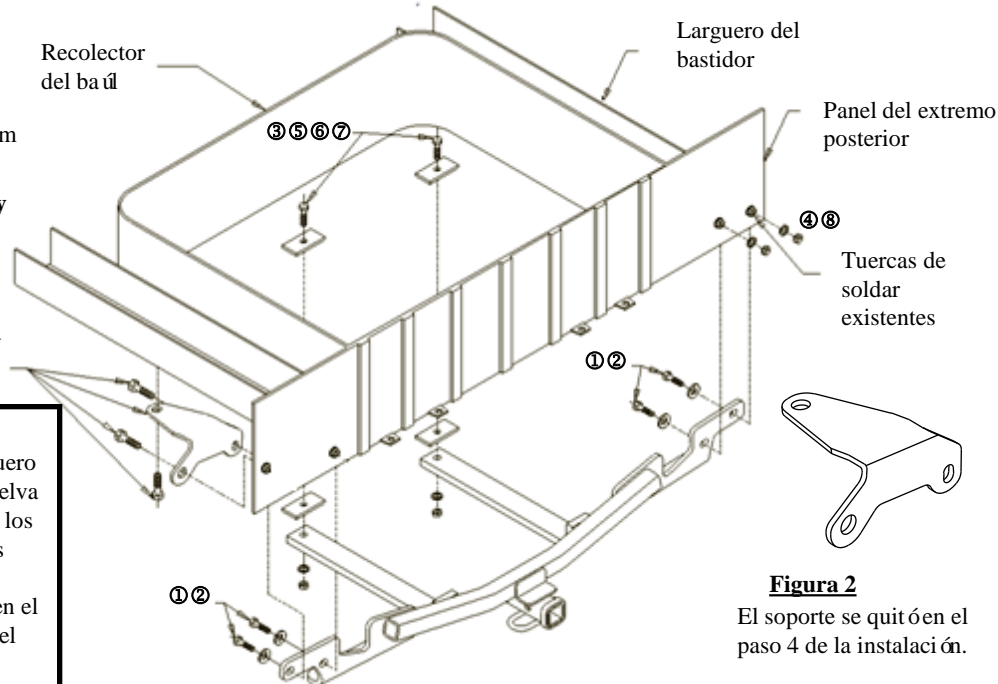

Figura 2
Para la ubicación del tornillo y soporte vea la Figura 2.
①	Cant. (4)	Perno hexagonal M10 X 40 X 1.25 CL8.8	⑤	Cant. (4)	Bloque 1/4 X 1.50 X 3.00
②	Cant. (4)	Arandela cónica dentada 3/8"	⑥	Cant. (2)	Arandela de bloqueo 1/2"
③	Cant. (2)	Perno hexagonal 1/2-13 X 2.00 GR 5	⑦	Cant. (2)	Tuerca hexagonal 1/2"
④	Cant. (2)	M10 X 1.25 hexagonal Tuerca	⑧	Cant. (2)	7/16 Arandela
4. Retire el soporte existente como se muestra en la **Figura 2** del larguero del bastidor del vehículo en el costado del conductor y el panel del extremo posterior y devuelva al propietario del vehículo.
5. Levante el enganche a su posición e instale los pernos hexagonales M10 y las arandelas cónicas dentadas de 3/8" en las tuercas de soldadura existentes en el vehículo. Si no hay tuercas de soldadura están presentes en el lado del pasajero, a continuación, utilizar las tuercas y arandelas previsto. (④, ⑧)